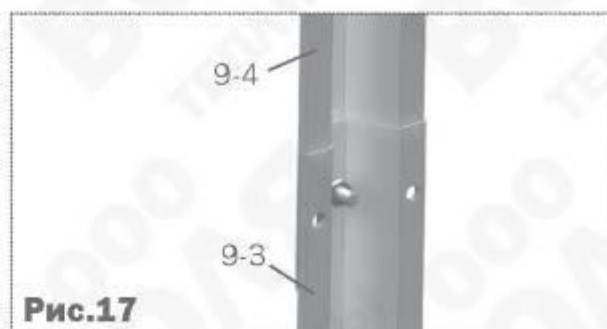

Рис.17
4. Состыкуйте детали **9-3** и **9-4** (**рис.17**) и установите их в соответствии с **рис.19**. Прижмите куски поликарбоната по краям со стороны двери и форточки накладками **9-3, 9-4** (**рис.19**), оставляя отверстия под вертушки. Вырежьте куски покрытия для установки над дверными проемами и под дверными проемами, установите их, закрепив шайбами (**рис.22**) на детали **10**.